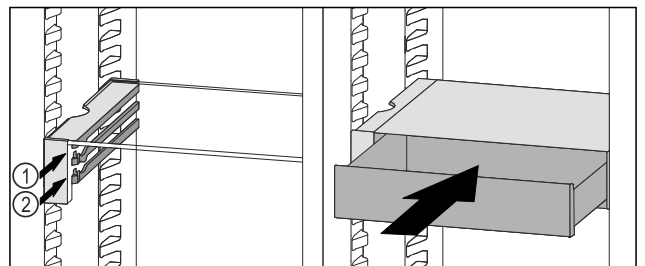

Fig. 102
- Posizionare il cassetto VarioSafe dietro i tappi sulla nervatura desiderata Fig. 102 (1) o Fig. 102 (2).